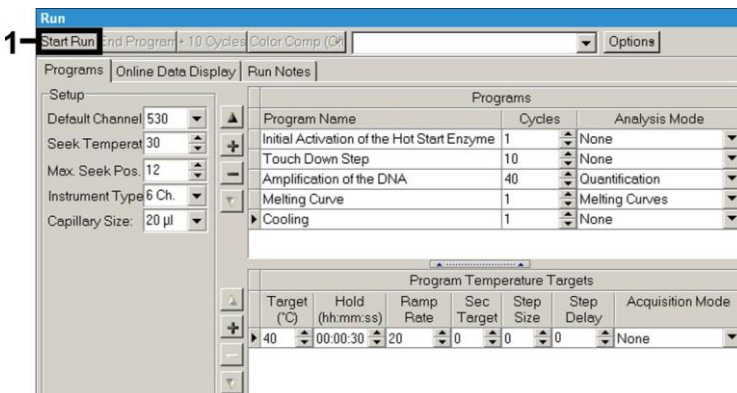

Fig. 13: Start av PCR-kjøringen.
- For å starte PCR-kjøringen bytter du til feltet *Run* (kjøring) og aktiverer funksjonen *Start Run* (start kjøring) (se Fig. 13). PCR-programmet starter etter at du har angitt lagringsplassen for dataene.